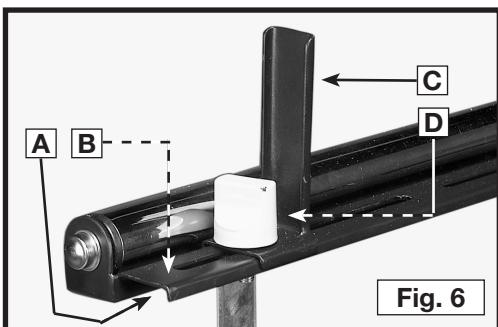

Fig. 6
1. Introduzca la tuerca cuadrada (suministrada con el tope-guía de extensión) en la abertura (A), Fig. 6, del estante del rodillo de extensión (B).
2. Coloque el tope-guía de extensión (C) sobre el estante (B) y alinee el agujero ubicado en el tope-guía con el agujero de la tuerca cuadrada.
3. Introduzca el pomo de fijación (D) a través del tope-guía (C) y el estante (B), y en la tuerca cuadrada.